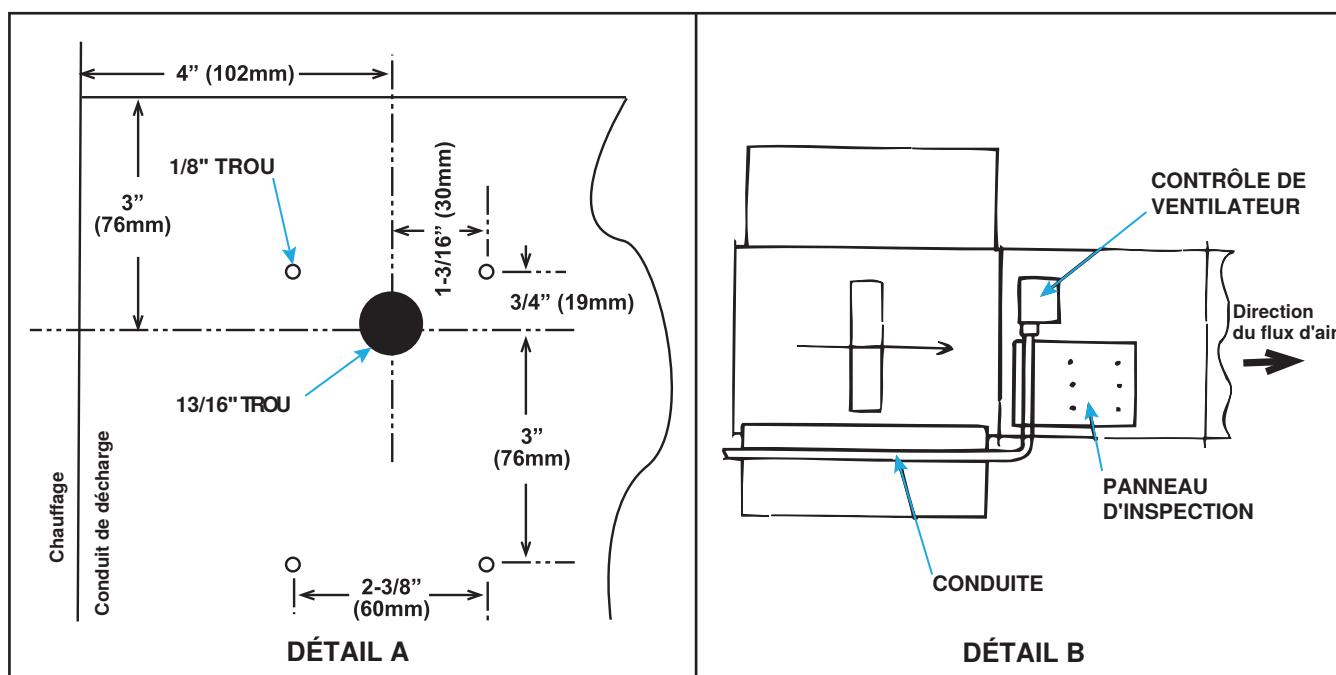

Figure 30. Installation la commande du ventilateur
- Installez la commande de ventilateur comme suit (voir Figure 30, DÉTAIL A):
- Voir Figure 30, DÉTAIL B pour l'installation du kit de commande de ventilateur option CQ1 (PN 57960) :